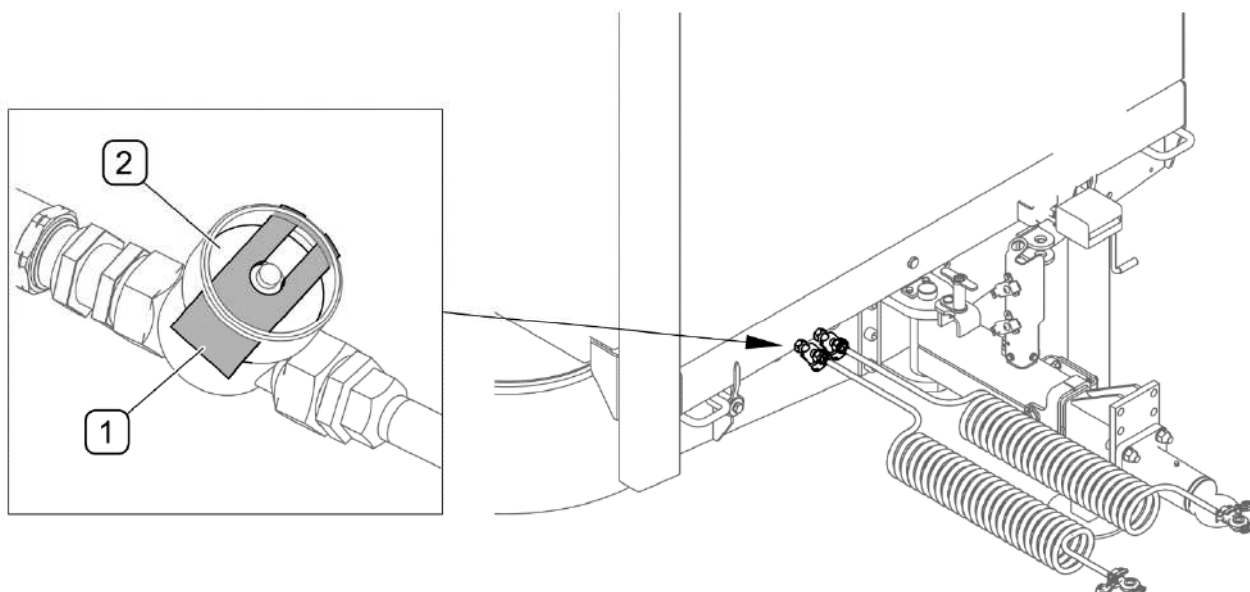

РИСУНОК 5.26 Воздушные фильтры
(1) - защитная заслонка; (2) - крышка фильтра
В зависимости от условий работы машины, но не реже одного раза в три месяца, необходимо вынуть и очистить вкладыши воздушного фильтра (РИСУНОК 5.26), которые установлены на подсоединительных проводах пневматической системы. Вкладыши многократного пользования не нужно заменять, разве что они будут повреждены механическим образом. Для очистки вкладыша нужно, в первую очередь, уменьшить давление в питающем проводе. Затем вынуть защитную заслонку (1), придерживая второй рукой крышку фильтра. После того, как будет вынута заслонка (1), пружина, находящаяся в корпусе фильтра, вытолкнет крышку. Вкладыш и корпус фильтра необходимо тщательно промыть и продуть сжатым воздухом. Монтаж производится в обратной очередности.
Вкладыш и корпус воздушного фильтра (РИСУНОК 5.26) необходимо очищать, по крайней мере, раз в 3 месяца эксплуатации машины.
Прежде чем приступить к демонтажу фильтра (РИСУНОК 5.26), необходимо уменьшить давление в питающем проводе. Во время демонтажа заслонки фильтра нужно придерживать второй рукой крышку фильтра. Крышку фильтра направлять от себя.